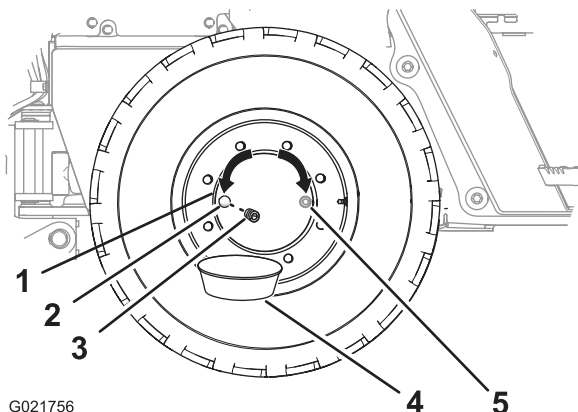

Bild 65
8. Setzen Sie die Schraube in die Ölöffnung der Radnabe ein (Bild 65).
2. Bewegen Sie die Maschine vorwärts oder rückwärts, bis die Schraube für die Radnabe entweder auf 3 Uhr oder 9 Uhr steht (Bild 65).
4. Stellen Sie eine Auffangwanne unter die Ablassschraube in der Radnabe (Bild 65).
5. Nehmen Sie die Schraube aus der Radnabe (Bild 65).
6. Der Ölstand sollte an der Unterseite des Gewindes der Ölöffnung sein (Bild 65).